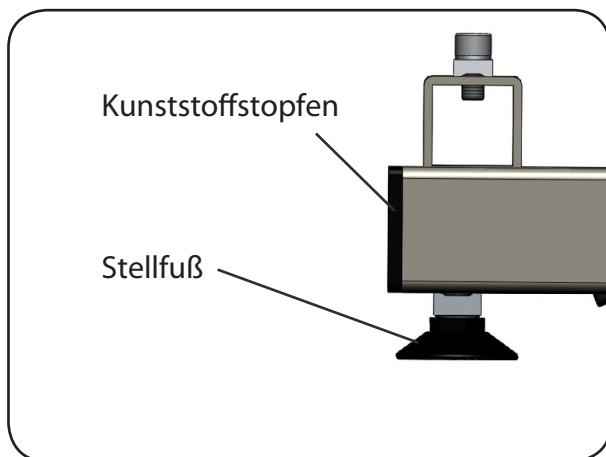

Abb. 6.7.02 - B4c Standard
5. Entfernen Sie die Kunststoffstopfen im Unterrahmen (Abbildung 6.7.02).
6. Drehen Sie die vier Stellfüße aus dem Unterrahmen heraus (Abbildung 6.7.02).